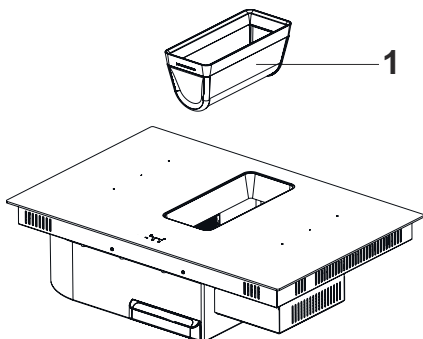

Fig. 9
2. ➔ Fjern fedtfilteret (Fig. 9).